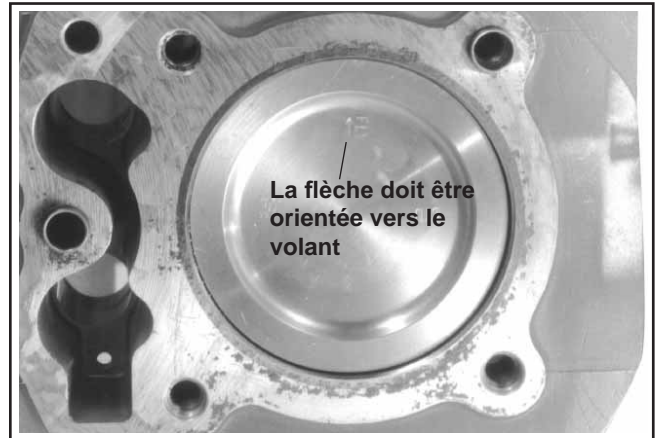

Figure 11-7. Identificateur d'installation de piston.
3. Placer l'outil de compression de segment sur la surface supérieure du carter et vérifier qu'il recouvre complètement la circonférence. La flèche FLY sur le piston doit pointer vers le côté volant du carter. Voir la figure 11-7. Utiliser un manche de marteau souple et en caoutchouc et frapper sur le piston/la bielle pour les enfoncer dans le trou. Le premier coup doit être ferme afin que la bague de commande de l'huile passe de l'outil de compression au trou en un seul mouvement rapide. Sinon, les rails de la bague de commande de l'huile risquent de sauter et de se bloquer entre l'outil de compression et le haut du trou.